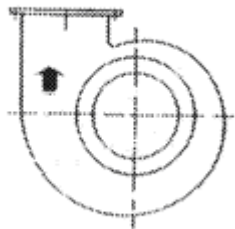

Рис. 8
- Проверить соответствие направления вращения вентилятора (вентиляторов) стрелке, нанесенной на ротор (см. рис. 8).